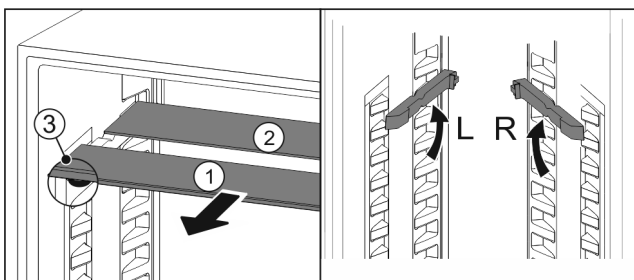

Fig. 99
- ▶ estrarre i ripiani di vetro singolarmente tirando in avanti Fig. 99 (1).
- ▷ Il piano in vetro Fig. 99 (1) con il motivo ornamentale è nella parte anteriore.
- ▷ I fermi Fig. 99 (3) sono rivolti verso il basso. Apparecchi dotati di vano congelatore:\*